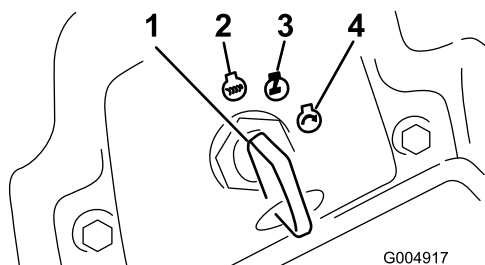

図 19
6. キーを RUN 位置に回す(図 19)。
3. キーを OFF 位置に回す (図 19)。すべての部分が完全に停止してから運転席を立つ。